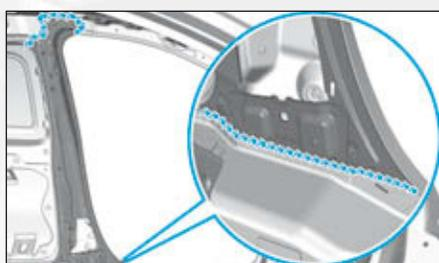

FIG. 105
- une couche d'impression phosphatante sur les zones mises à nu (Fig.105),